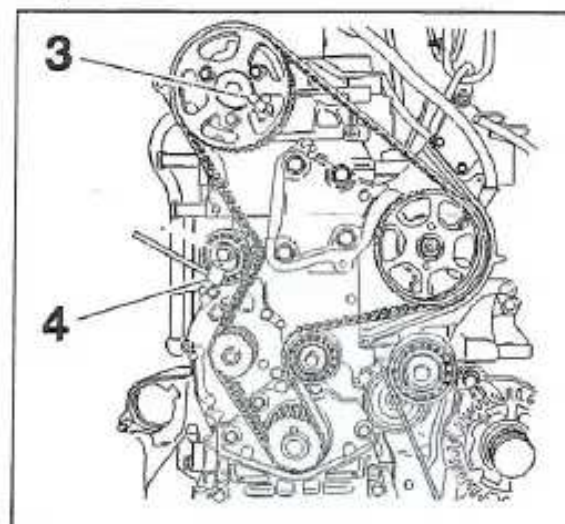

FIGURA 1-10
- Calar el cubo de la rueda dentada de eje de levas con un pasador de $\varnothing 8$ mm (útil 0188. M) (figura 1-10).
- Aflojar el tornillo de fijación del rodillo tensor y a continuación, con una punta cuadrada de 7 mm (palanca PSA 0188.J2) (4), girar el rodillo tensor en el sentido horario para destensar la correa (figura 1-10).